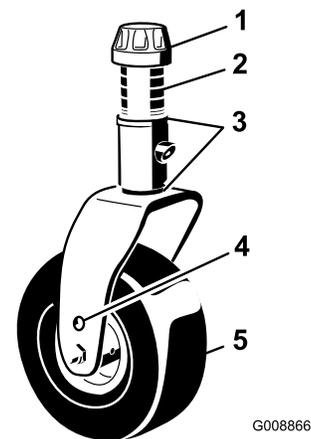

Figure 73
1. Enlevez le chapeau de tension de l'axe de pivot et sortez l'axe du bras de la roue pivotante (Figure 73).